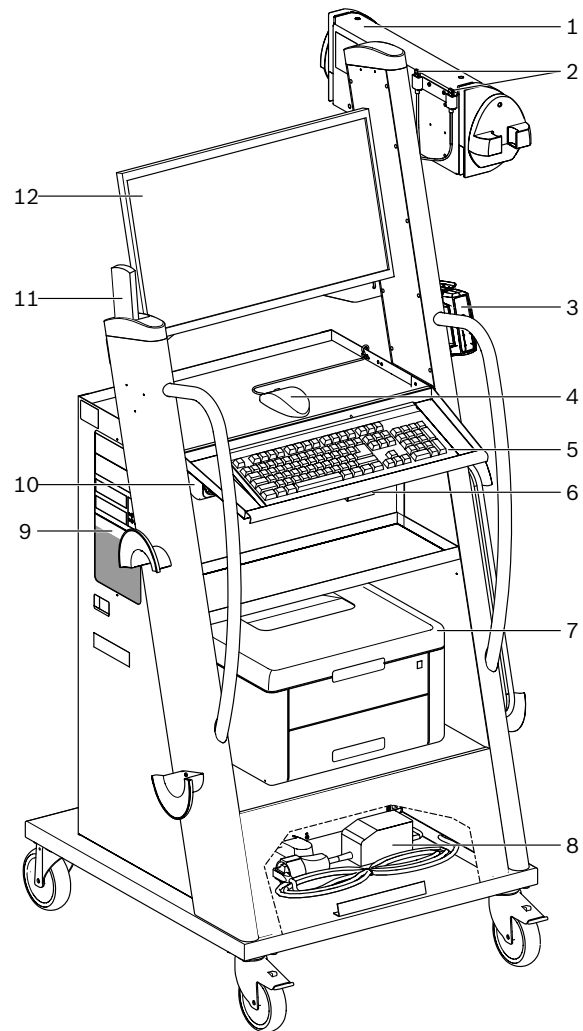
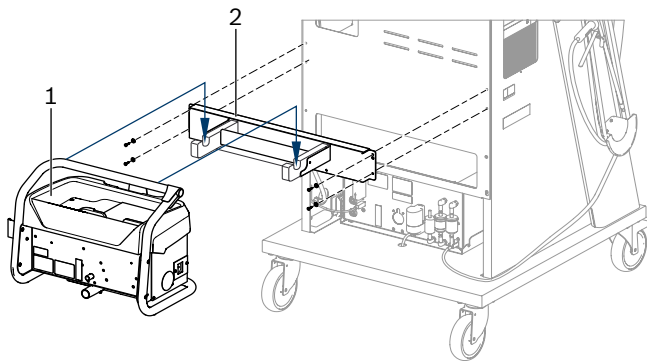

Fig. 1: Vista de frente do FSA 740
Fig. 4: Montar o suporte
2. Montar o suporte para BEA 070 (fig. 4, pos. 2) no carrinho.
3. Pendurar o BEA 070 (fig. 4, pos. 1) no suporte e, se pretender, encaixar o cabo de ligação USB no BEA 070 e na conexão USB na parte dianteira do PC (fig. 1, pos. 9).
4. Conectar o cabo de conexão à rede ao BEA 070 e ao bloco de tomadas (fig. 1, pos. 10).
7. Retirar as travas de transporte na impressora a laser, conforme as instruções fornecidas. Colocar a impressora a laser no carrinho (fig. 1, pos. 7) e ligar. O carrinho dispõe do cabo de conexão à rede e do cabo de conexão USB já prontos para conectar.
Com o interruptor de rede central que se encontra no lado da frente do aparelho (ver fig. 1, pos. 10), ligar ou desligar o FSA 740.